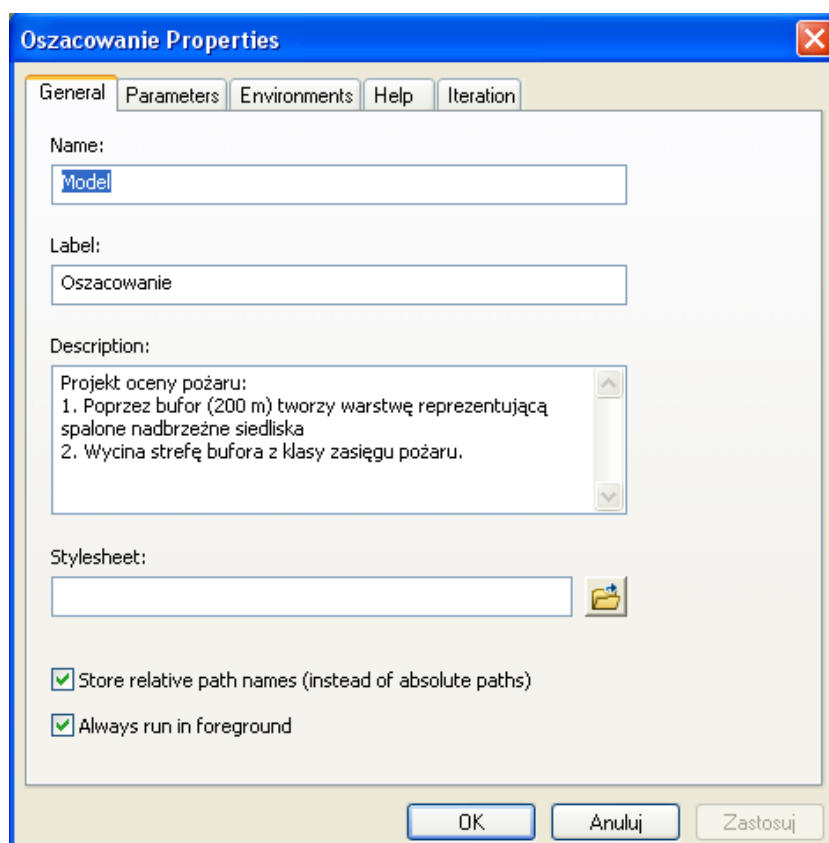

Fig. 5. Modyfikacja właściwości modelu
- c) Zaznacz pole wyboru "Przechowuj względne ścieżki dostępu (zamiast ścieżek bezwzględnych). (*Store relative path names (instead of absolute paths)*) (Fig. 5).